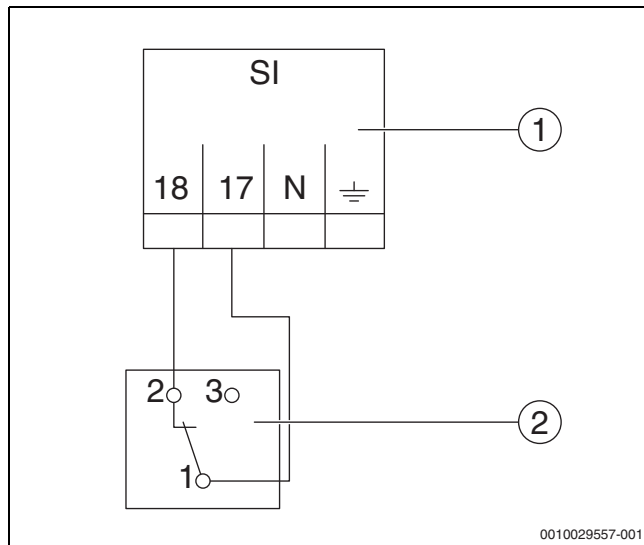

Рис. 5 Подключение внешнего предохранительного устройства
- ▶ Подключите провода согласно рис. 5 и схеме соединений.